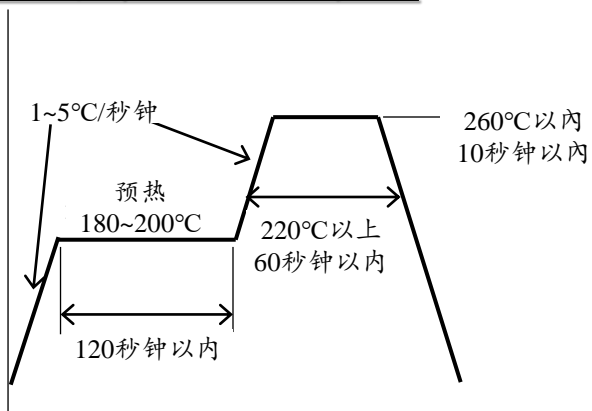

图10. 回流焊条件（日亚推荐）
- 2) 关于回流焊温度曲线，应该在参考图10的基础上，根据使用的焊料进行设定。